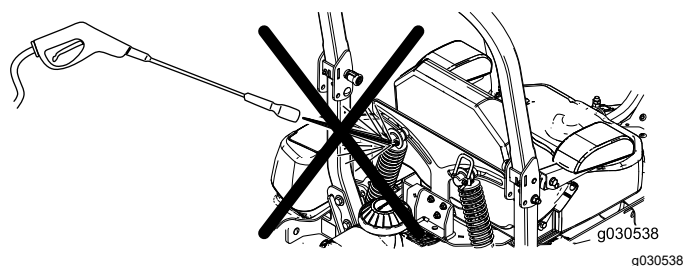

Figure 82
**Remarque:** Ne nettoyez pas les amortisseurs au jet d'eau (Figure 82).